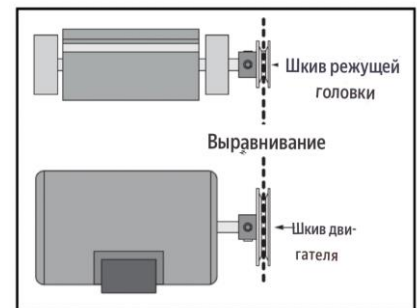

Рис. 49
3. Визуально проверьте положение двух шкивов, чтобы убедиться, что они выровнены и что клиновые ремни расположены вертикально вверх и вниз (см. рис. 49, Шкивы выровнены).